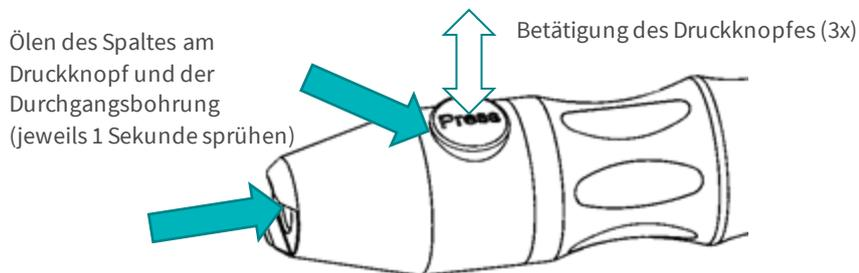

Abbildung 3: Einsprühen des Öls in die Durchgangsbohrung, 3-maliges Betätigen des Druckknopfes
- Sprühen in den Spalt des Druckknopfes (falls vorhanden) ca. 1 Sekunde (Abbildung 3)
- Druckknöpfe (falls vorhanden) sollen anschließend mindestens 3-mal betätigt werden (Abbildung 3)